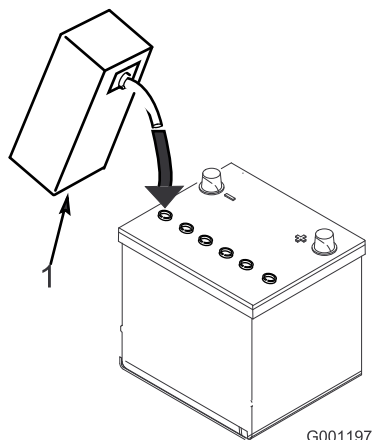

Figura 10
3. Riempite con cautela ciascun elemento di elettrolito finché le piastre non sono coperte con circa 6 mm di fluido (Figura 10).
Nota: All'occorrenza rabboccate finché l'elettrolito non è a 6 mm circa dalla base della tazza di riempimento (Figura 10).